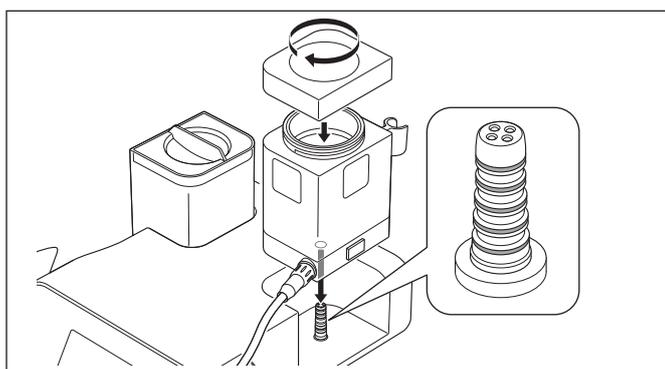
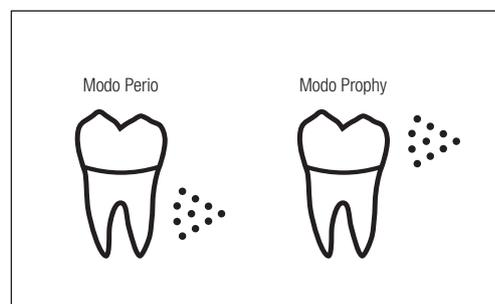

Fig. 25
Fig. 26
2) Cierre bien la tapa del depósito hasta que ajuste perfectamente e inserte el depósito en la unidad de control, en posición recta (Fig. 25). El tipo de depósito insertado aparece en el panel LCD como uno de los siguientes iconos (Fig. 26).
- Antes de insertar el depósito en la unidad de control, asegúrese de que las juntas tóricas del conector de la base del depósito no están dañadas o rotas (Fig. 25). Los daños/roturas pueden provocar un mal funcionamiento.